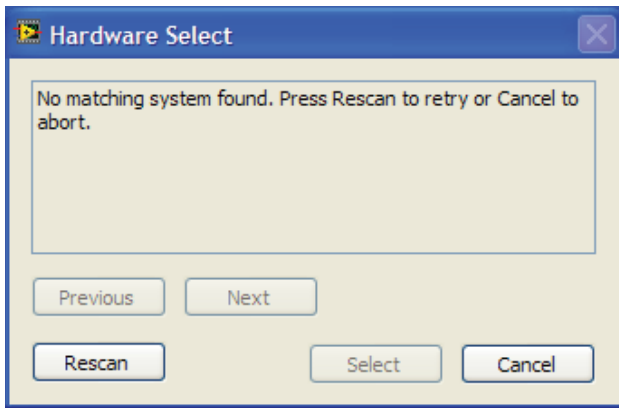

図 3.エラーのポップアップ・ウィンドウ
2. ソフトウェアを起動したときSDPボードがUSBポートに接続されていない場合、接続エラーが表示されます(図 3 参照)。評価用ボードをPCのUSBポートに接続して、数sec待った後、**Rescan**をクリックし、指示に従ってください。